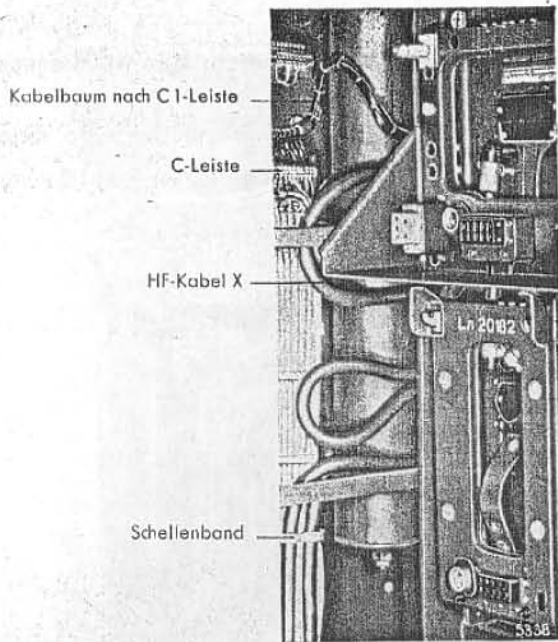
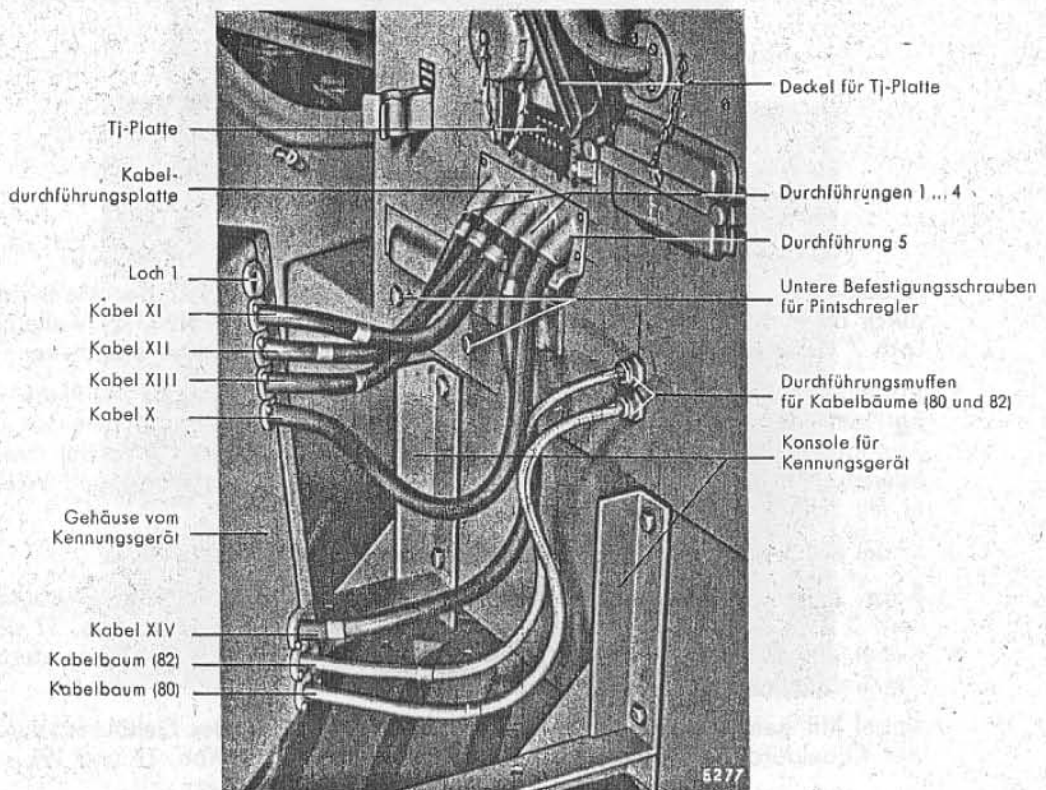

Abb. 16. Kabel X im Geräteschrank.
Abb. 17. Verlegung der Kabel aus dem Kennungsgehäuse.
4. Zwei Bohrungen für die Durchführungsmuffen der Kabel 80 und 82 unter der Eg-Platte (s. Abb. 17) herstellen.
Verlegen des Kabels durch den Antennenkasten (s. Abb. 12), durch die Hohlachse nach dem linken Krümmer, durch den Krümmer in den Geräteschrank; in Schlangenlinien an der linken Schrankseite (s. Abb. 16) (für eine später noch erfolgende Nachrüstung bereits vorgesehen), in Anlehnung an die bereits verlegten Kabelstränge durch den Turmunterteil in den Ausleger; an der oberen Wand des Auslegers durch das Loch 5 der Kabeldurchführungsplatte nach außen. Weiterhin durch Loch 5 (s. Abb. 17) in das Kennungsgerät nach Bu 1.
5. Kabelbaum, 10adrig, von C₁-Leiste durch den Krümmer nach C₁-Leiste verlegen. Drei Adern zweigen nach dem Höhenpotentiometer im Krümmer ab. Anschluß nach Verkabelungsplan. Der Kabelbaum ist mit Rücksicht auf eine später noch erfolgende Nachrüstung länger gehalten (Abb. 16).
7. Kabelbaum, 5×0,75, 1,07 m lang (früher Kabel 80), wird von der X- und Y-Leiste durch die untere der zwei Durchführungstüllen, durch Loch 8 des Kennungsgerätes an Buchse 10 verlegt (s. Abb. 17). Mit Mipolamschlauch überziehen.
8. Kabelbaum $10 \times 0,75$, 1,64 m lang (früher Kabel 82), wird von der Me-Buchsenplatte durch die obere der zwei Durchführungstüllen verlegt (s. Abb. 17); weiterhin durch Loch 7 des Kennungsgerätes an Buchse 3. Mit Mipolamschlauch überziehen.
- Kabel XI geht von der Buchse 4, Feder 7, durch das Loch 2 des Gehäuses, durch Loch 3 der Kabeldurchführungsplatte an die Tj-Platte, Feder 18 (s. Abb. 17 und 19).
- Kabel XII geht von Buchse 5, Feder 3, durch das Loch 3 des Gehäuses, durch Loch 1 der Kabeldurchführungsplatte an die Tj-Platte, Feder 1 (s. Abb. 17 und 19).
- Kabel XIII geht von Buchse 5, Feder 2, durch das Loch 4 des Gehäuses, durch Loch 2 der Kabeldurchführungsplatte an die Tj-Platte, Feder 6 (s. Abb. 17 und 19).
- Kabel XIV geht von Buchse 2, Feder 1, durch das Loch 6 des Gehäuses, durch Loch 4 der Kabeldurchführungsplatte an die Tj-Platte, Feder 11 (s. Abb. 17 und 19).